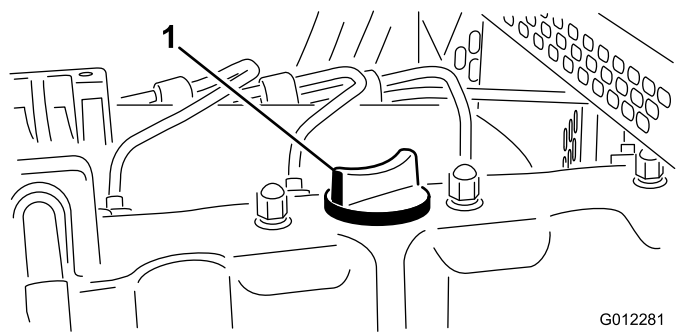

Figura 37
5. Se l'olio non raggiunge la tacca FULL (pieno), togliete il tappo di riempimento (Figura 37) e aggiungete olio finché il livello non raggiunge la tacca FULL (pieno).